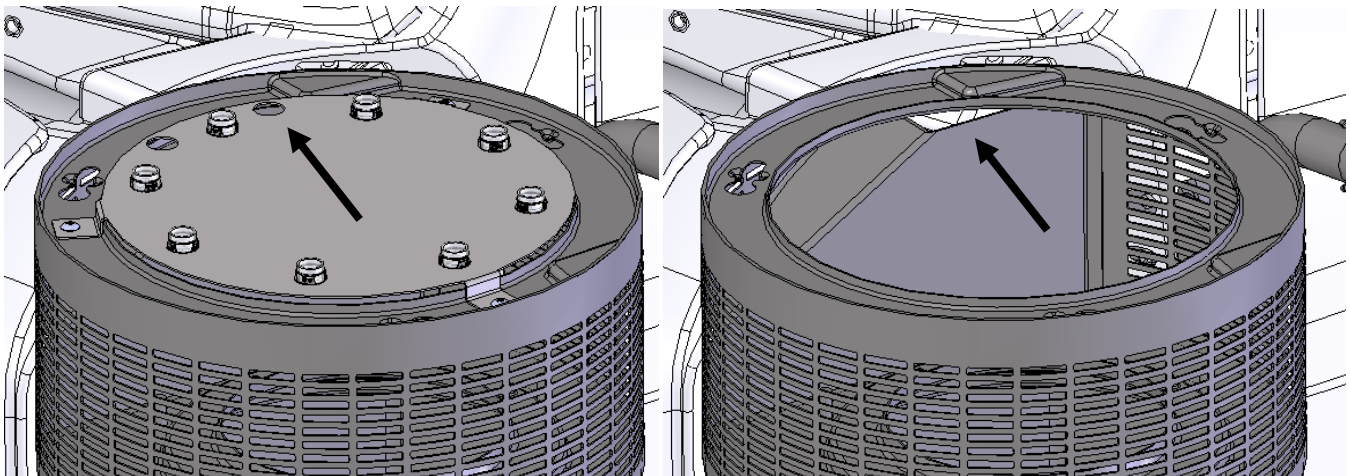

Figure 2 : Trou de passe-câble (gauche) à aligner avec l'ouverture de la grille d'admission (droite) pour le disque lumineux de $\frac{3}{4}$ "
- Réinstallez la grille d'admission en introduisant les bouchons femelles dans l'ouverture de la grille d'admission indiquée à la figure 2.